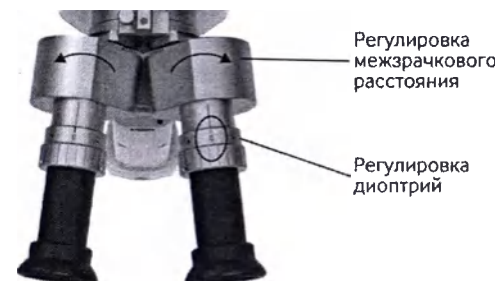

Рисунок 4
Для коррекции аметропии глаз окуляры 1 имеют диоптрийную подвижку 2 в пределах от плюс 5 до минус 5 дптр (см. рисунок 4).
2.2.4 Установите межзрачковое расстояние при помощи вращения трубок микроскопа (см. рисунок 4).